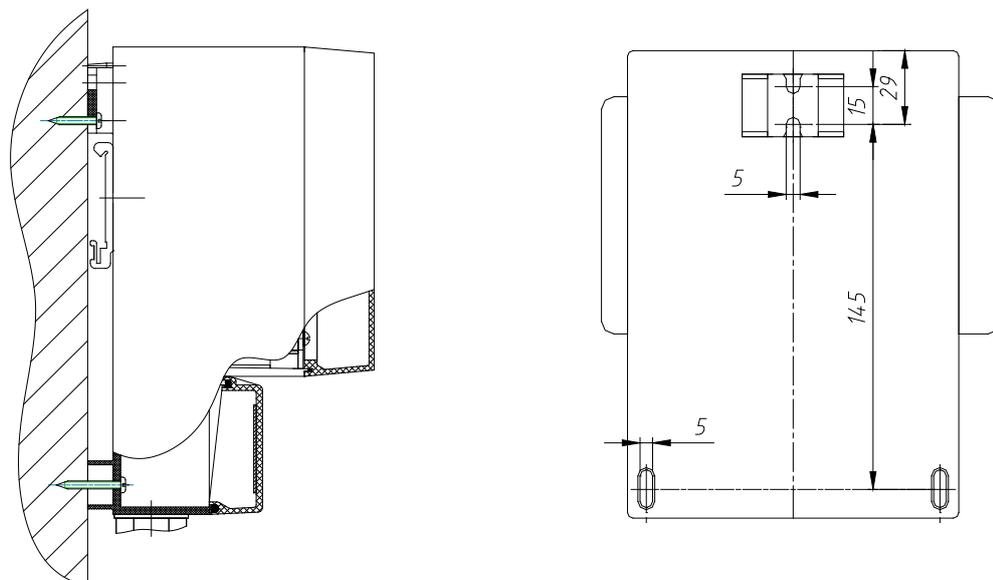

Рис. 8. Монтаж БОИ на стену.
2.2.6.4 Пример монтажа БОИ на стену показан на рис. 8.